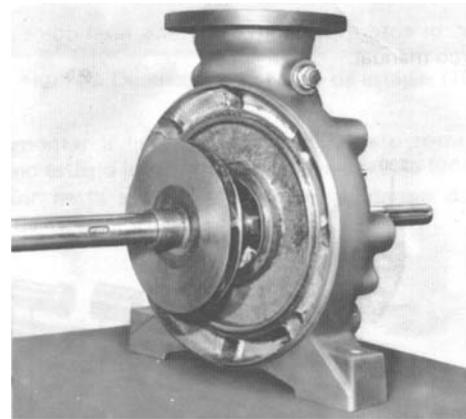

Figura 58 – Eixo (210) montado no corpo de sucção (106)
- Montar o eixo (210) no corpo de sucção (106). Vide Figura 58.
- Montar o corpo de estágio (108), encaixando-o no corpo de sucção (106) através de pancadas com um martelo de borracha ou um pedaço de chumbo.